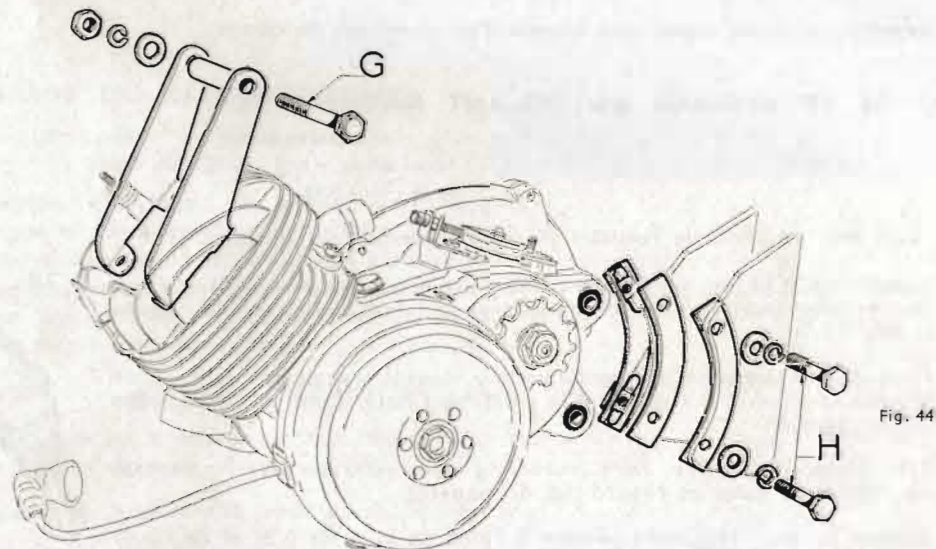

Fig. 44
- Suspendre le moteur sur le cadre par le boulon avant (G) (fig. 44) (introduire le boulon par le côté gauche). Mettre une rondelle plate, une rondelle éventail et l'écrou, ne pas bloquer.
- Engager la deuxième entretoise droite entre le gousset et les bossages du moteur, pousser à fond les vis, placer la cage à écrous, visser et bloquer les 2 vis (clé de 14) (H fig. 44).
- Bloquer le boulon avant (clé de 14) (G fig. 44).